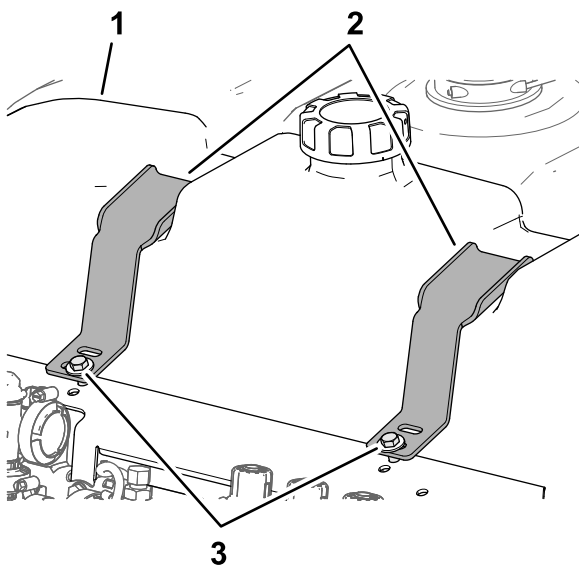

Bild 42
1. Füllen Sie den Spülbehälter mit sauberem Wasser (Bild 42).
2. Prüfen Sie zwischen den Befestigungen und dem Spülbehälter auf Spielraum (Bild 42).
3. Wenn Sie zwischen den Befestigungen und dem Spülbehälter einen Spielraum feststellen, ziehen Sie die Schrauben und Sicherungsbundmutter an, bis die Befestigungen mit dem Behälter bündig sind (Bild 42).